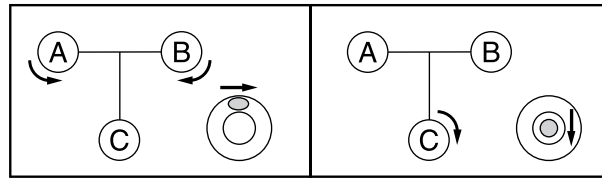

Рисунок 1
- С помощью подъемных винтов (9) установите пузырьковый уровень (10) в центр (рис. 1). Прибор правильно выровнен, если пузырек находится в центре.